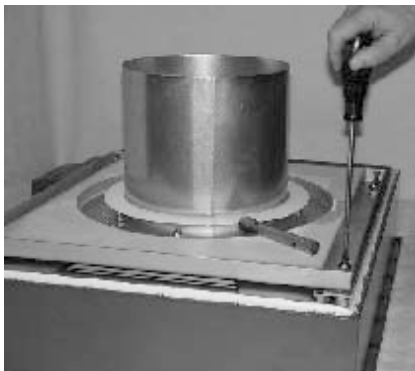

Abb. 10
- ⇒ Entfernen Sie den Gehäusedeckel und kontrollieren Sie, ob die Sicherungsmuttern M10 (s. Abb. 10, D-10) nach den Vorgaben des Herstellers angezogen wurden. Die Fa. GSB gibt 5–7 Nm vor.